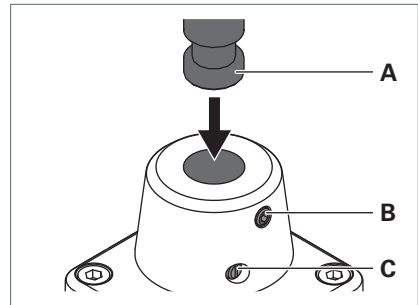

Fig. 3: Leuchte an Befestigungselement montieren.
- ▶ Drehen Sie die Schraube **C** aus dem Befestigungselement heraus, siehe Fig. 3.
- ▶ Drehen Sie den Gewindestift **B** in das Befestigungselement bis die gewünschte Friktion erreicht ist, siehe Fig. 3.